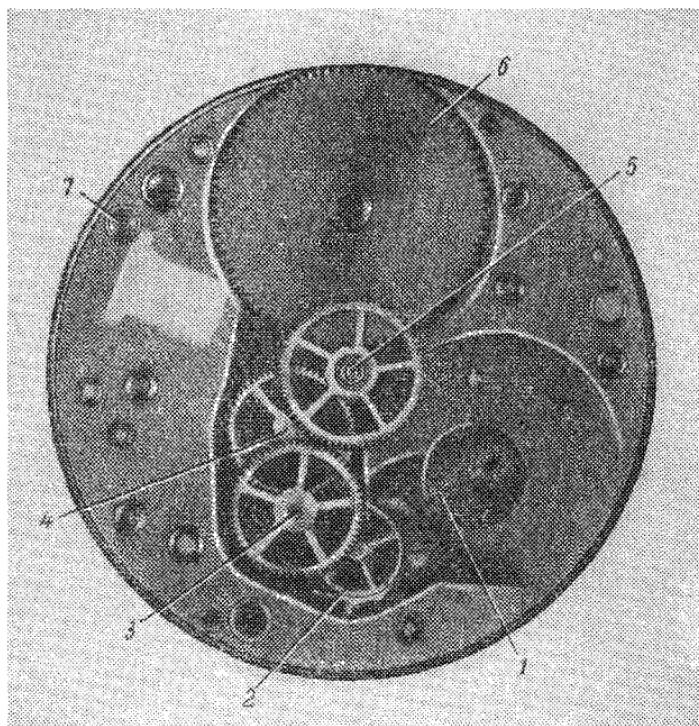
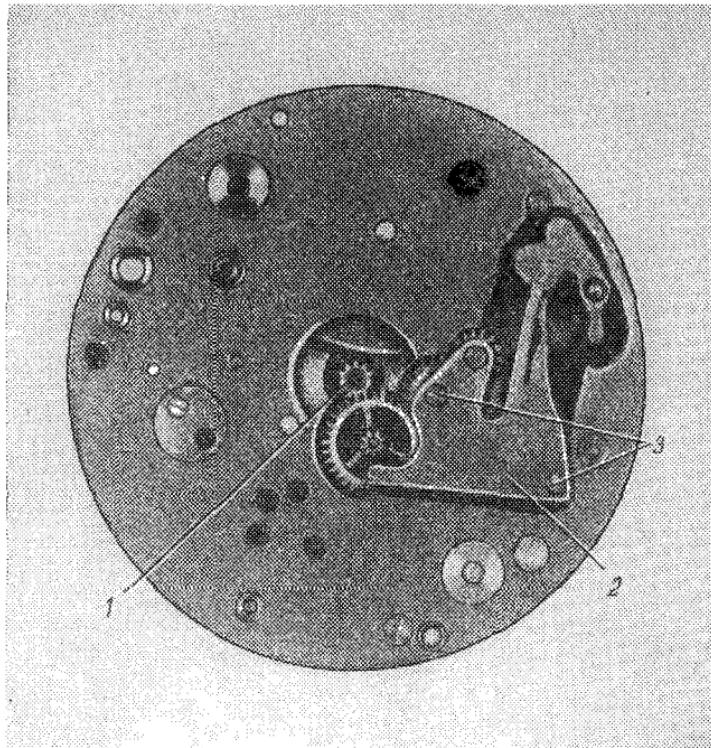

Рис. 73. Механизм часов с анкерным ходом без мостов (вид сверху):
Рис. 74. Подциферблчная сторона механизма:
**Зубчатая передача** (см. рис. 73) служит для передачи движения и силы от одной оси механизма к другой. Основную часть зубчатой передачи составляют колеса: барабанное 6, промежуточное 4, центральное 5, секундное 3 и соответственно к ним трибки. Каждое колесо вращается вокруг своей оси на двух цапфах, входящих в отверстие платины и моста.
в) снимают колеса (рис. 73) и кладут на разборную карту: анкерное 2 — на клетку *к*; секундное 3 — на клетку *л*; промежуточное 4 — на клетку *м*;
е) снимают центральное колесо (см. рис. 73), для этого осторожно выбивают тупым пuhanсоном его ось из минутной трибки (рис. 74). Центральное колесо кладут на клетку *с*, минутную трибку — на клетку *т*, платину — на клетку *у*.
**Сборка первого узла** (см. рис. 73). Платину кладут на подставку мостовой стороной вверх. С разборной карты поочередно берут пинцетом колеса: промежуточное — с клетки  $m$ , секундное — с клетки  $l$ , анкерное — с клетки  $k$  и центральное — с клетки  $c$ ; устанавливают их в гнезде на платине, затем берут центральный мост с клетки  $u$  и устанавливают его сверху установленных колес так, чтобы верхние концы осей вошли в гнезда камней на центральном мосту. Для этого большим пальцем левой руки придерживают механизм, а указательным и средним пальцами слегка нажимают на мостик, чтобы не сломать камень или концы осей; правой рукой пинцетом вставляют оси (цапфы) указанных колес в отверстия камней на центральном мосту. Мост должен своими ножками плотно войти в гнезда, после этого его закрепляют двумя винтами.
Устанавливают минутную трибку 1 (см. рис. 74) на ось центрального колеса, при этом зубья трибки осторожно заводят между зубьями вексельного колеса, иначе можно сломать зубья или ось центрального колеса.